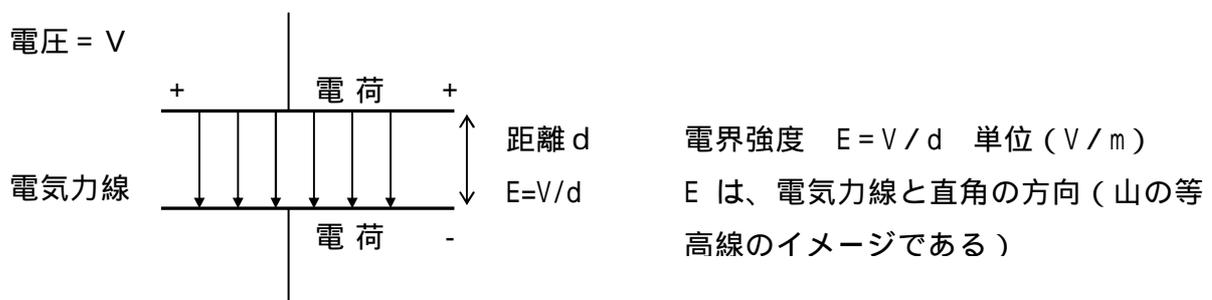

図 3 電気力線
- ・電荷を蓄え得るコンデンサーでの電気力線（静電気の +、- はフランクリンによって決められた）。図 3 はコンデンサでの + 電荷からの電気力線を示す。